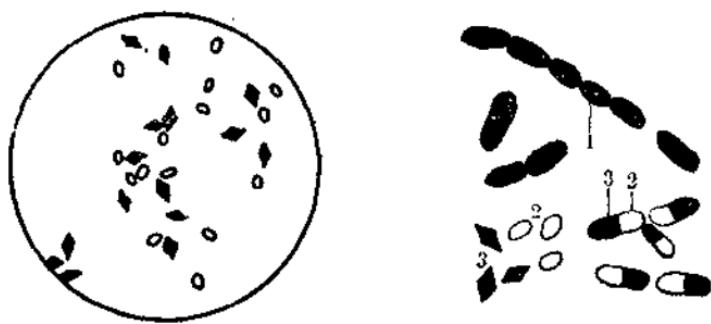

图9 杀螟杆菌的形态
1. 芽孢萌发：杀螟杆菌的芽孢在适宜的环境里，就萌发成为杆状的、两端圆钝的菌体营养体(图9)。
3. 番茄、辣椒等果实，特别是青嫩的果实，容易煮烂，可先连果柄剪下（图9），稍煮先取出。但青嫩的果实颜色稍淡，浸好之后，颜色会逐渐变深一些；红色的果实，加热也不会变黄。制成之后，再用竹扦把青嫩果实插入原来的地方。如发现果实有干瘪现象，可用注射器将酒精等保存液打进去，这样既不浮出液面而又饱满美观。